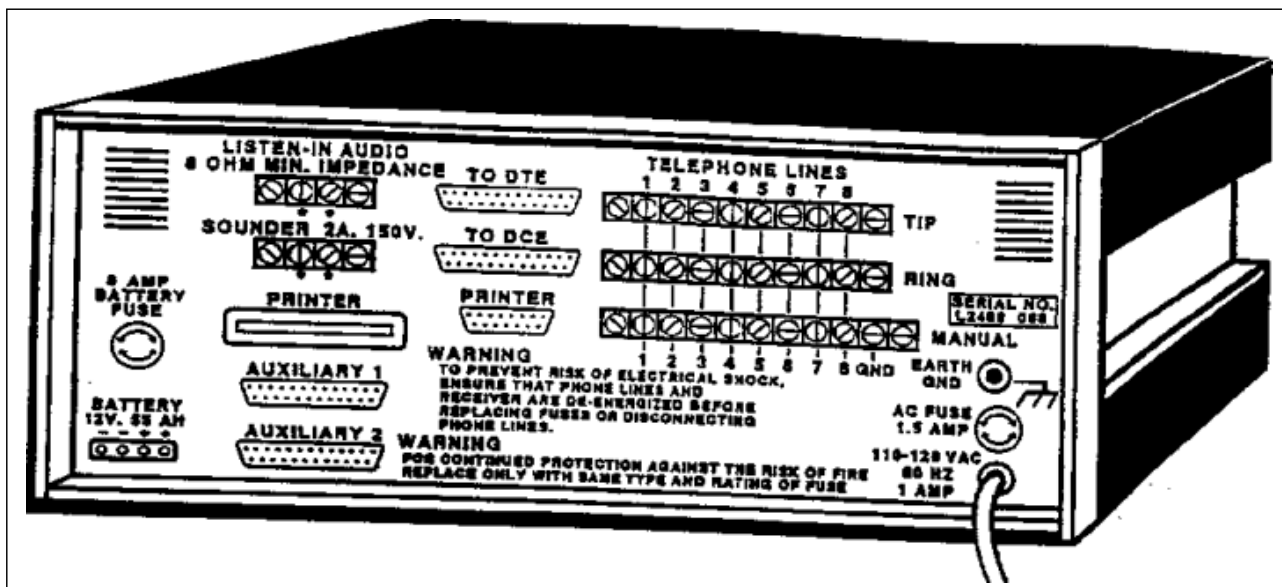

Figura 1-6
Il controllo del volume regola il livello del volume dell'altoparlante oppure, se utilizzate, delle cuffie. Influenza anche il livello in uscita ottenuto dai terminali "Listen-In - ascolto ambientale audio" sul retro del ricevitore (cfr. Figura 1-6).
Tale batteria, costituita da una cella gel ricaricabile a 12 Volt, 55 Ampère/ora (AH), viene collegata al CP-220A attraverso un cavo No. 135 fornito da FBII. La corrente di ricarica della batteria è limitata ad un massimo di 5 ampère. Consultare la figura 1-6 alla pagina precedente.